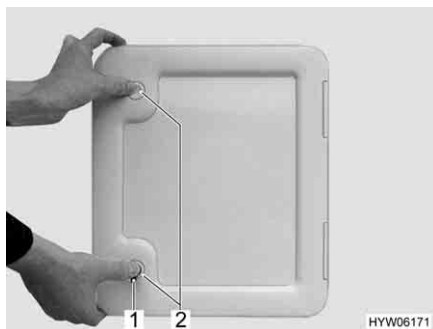

Fig. 215 Sportello per la cassetta Thetford
- Aprire lo sportello della cassetta Thetford all'esterno del veicolo. Inserire la chiave nel cilindro della serratura a pressione (Fig. 215,1) e ruotare in senso orario di un quarto di giro.
- Premere contemporaneamente con i pollici entrambe le serrature a pressione (Fig. 215,2) e aprire lo sportello per la cassetta Thetford.